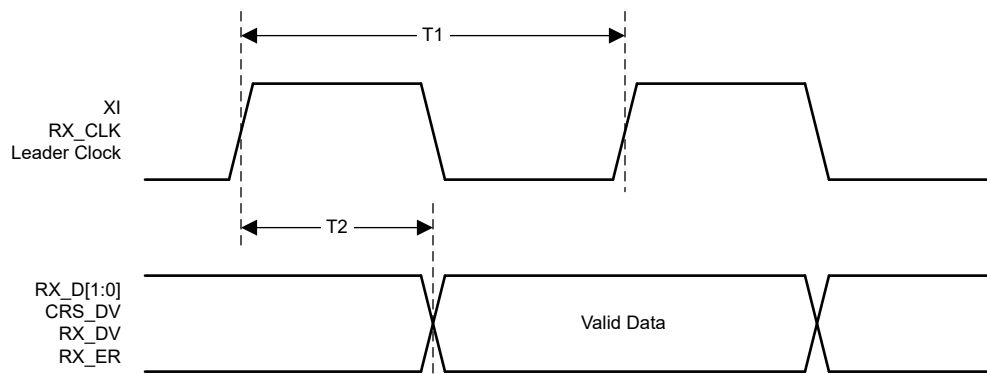

图 6-10. RMII 接收时序
(1) 由生产测试、特性或设计指定。
(2) 请参阅图 6-10。